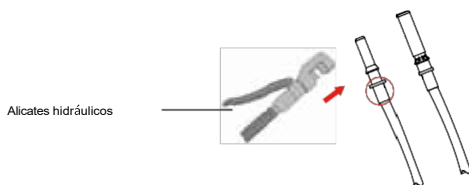

Imagen 5.4 Engarce el pin de contacto al cable
b) Engarce de terminales metálicos con alicates de engarce, como se muestra en la imagen 5.4.